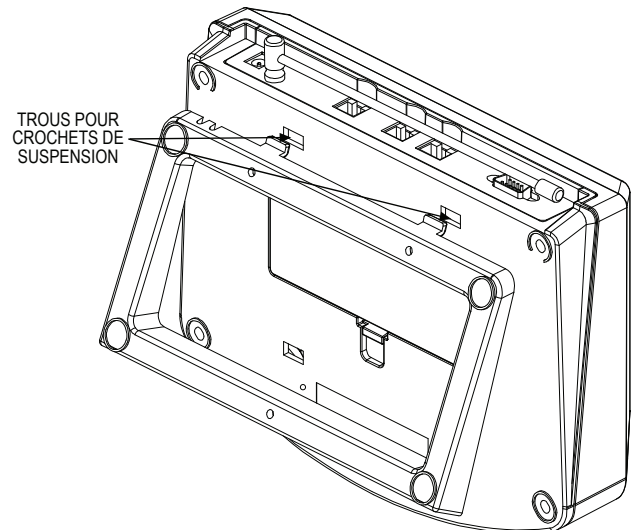

Figure 7c
3. Une fois le support monté au mur, placez l'unité de base de manière à ce que les deux crochets de suspension du support soient insérés dans leurs trous respectifs suivis du crochet de suspension inférieur (voir figure 7c).